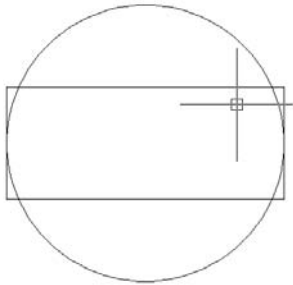

Figure 3.73
1. Essayez de reproduire schématiquement la Figure 3.73.